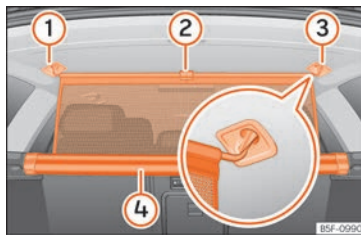

Fig. 157 En el maletero: enganchar la red de separación.
- Tire hacia arriba de la lengüeta »» fig. 157 ② para sacar la red de la carcasa ④.
- Enganche la red de separación en el lado derecho ③ (imagen ampliada).
- Enganche la red de separación en el alojamiento del lado izquierdo ① estirando la barra.